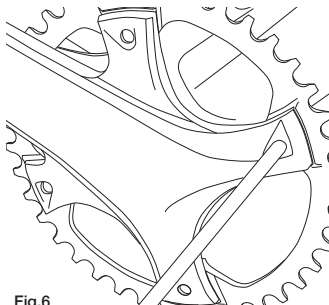

Fig.6
- Les vis sont également accessibles de l'extérieur du vélo, mais faites attention à ne pas endommager la surface du pédalier et veillez à tourner la clé dans le sens opposé au sens normal (Fig. 6).